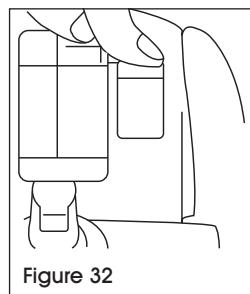

Figure 32
5. Refermer le compartiment des piles solidement. (Voir Figure 32)